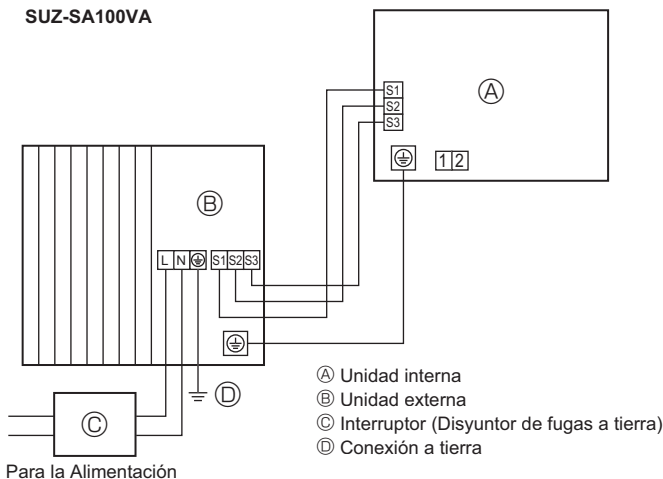
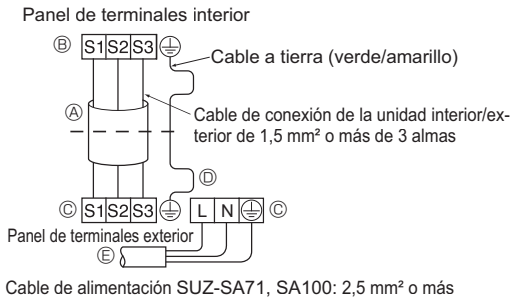
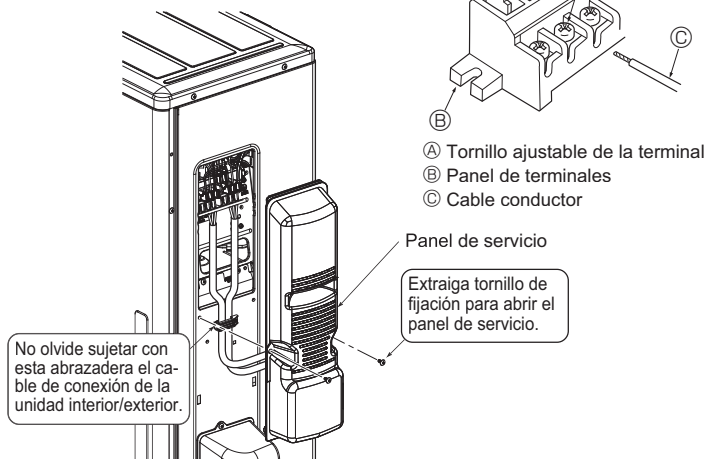

Fig. 5-1
Fig. 5-2
Fig. 5-3
5.1. Unidad exterior (Fig. 5-1, Fig. 5-2, Fig. 5-3, Fig. 5-4)
- Conecte los cables de acuerdo con la Fig 5-1, Fig 5-2, Fig 5-3 y la Fig 5-4.
- Realice el tendido eléctrico como muestra el diagrama inferior izquierdo (los cables no vienen incluidos). (Fig. 5-2)
- **Asegúrese de no realizar un mal cableado. (Fig. 5-3)**